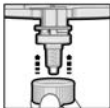
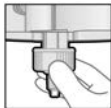

Abb. 3
Abb. 4.1
5. Wenn der Dynamix Mixing Tip korrekt platziert ist (Abb. 3), schieben Sie den Dynamix Fixation Ring bis zum Anschlag über den Dynamix Mixing Tip und drehen ihn nach rechts (1/4 Drehung) bis er sicher verriegelt ist. (Abb. 4.1, 4.2, 5)